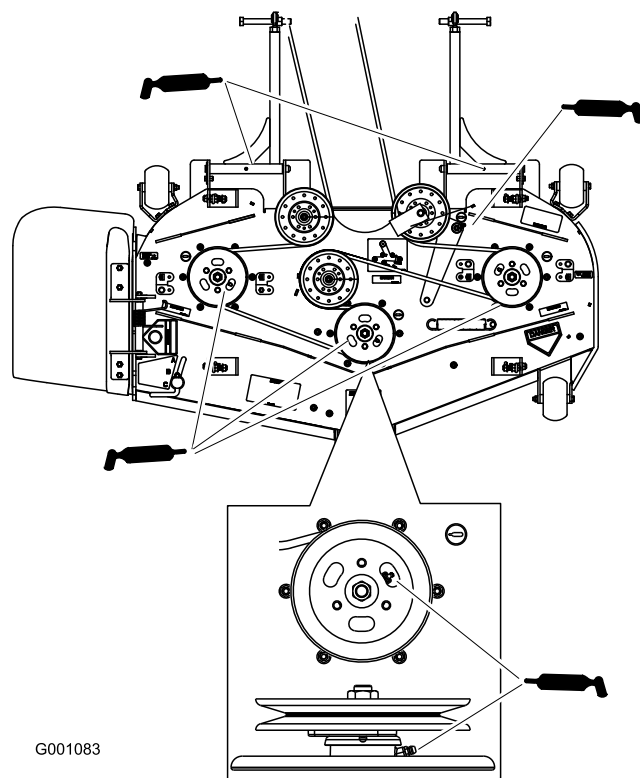

Figura 30
4. Engrase los tres cojinetes de los ejes debajo de las poleas hasta que rezume grasa de las juntas inferiores (Figura 30).
5. Engrase el brazo tensor de la plataforma del cortacésped (Figura 30).
6. Lubrique los puntos de engrase de los brazos de empuje (Figura 30).